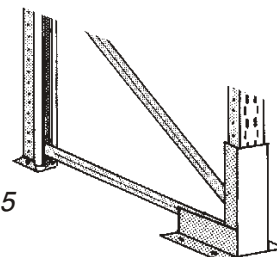

Abbildung 15
e) Die Regale müssen an ihren Eckbereichen und an Durchfahrten mit einem am Boden befestigten Ramm-schutz gesichert werden (Abb. 15).